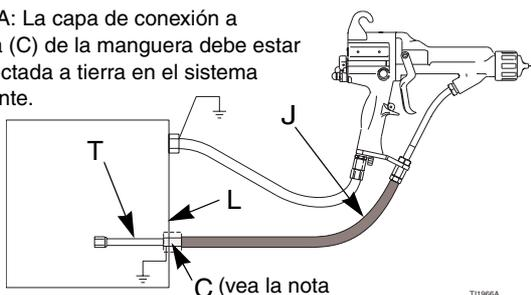

Fig. 10. Conexión de la manguera de fluido con carcasa a un recinto aislado de otra marca
- b. *Recinto aislado de otra marca:* Conecte la manguera tal como se indica en el manual del sistema de aislamiento, y cumpla los requisitos de la **Advertencia** de la derecha. Consulte FIG. 10.